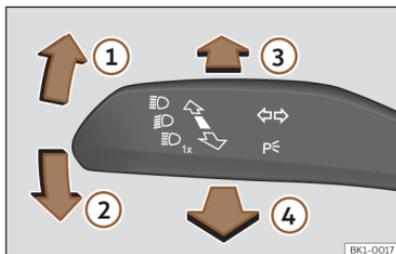

Fig. 104 Palanca de intermitentes y de luz de carretera (según versiones).
- Desde la posición base, pulse hacia delante la palanca de los intermitentes y luz de carretera >>> **fig. 104 ③**.
- **O BIEN:** si el asistente de luz de carretera está conectado, tire hacia atrás de la palanca de los intermitentes y de luz de carretera >>> **fig. 104 ④**.